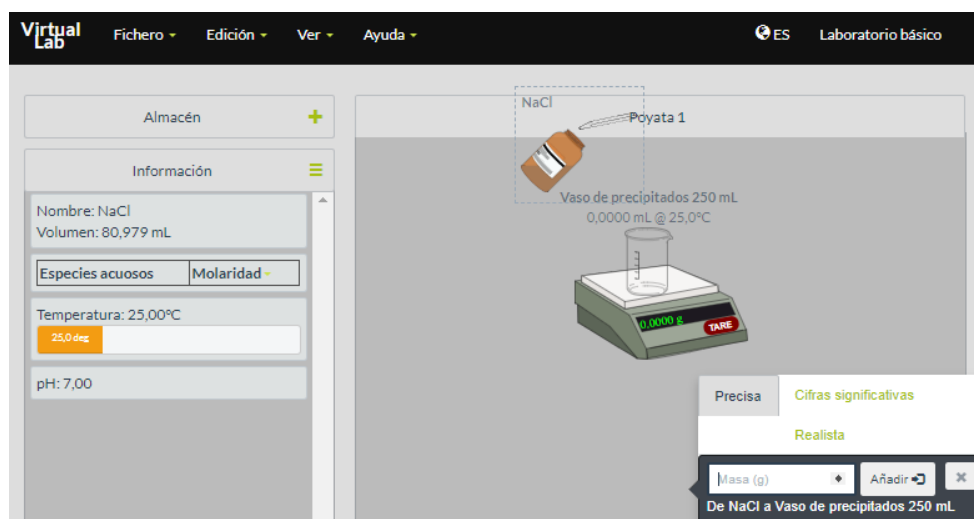

Figura 3. Simulador *Making stock solutions from solids*.
- Mida la masa del soluto que cálculo en el paso 1. Para ello, tome el frasco con NaCl del **Almacén**, colóquelo sobre el vaso de precipitados en el área de trabajo e indique la masa que se pesará (figura 3).